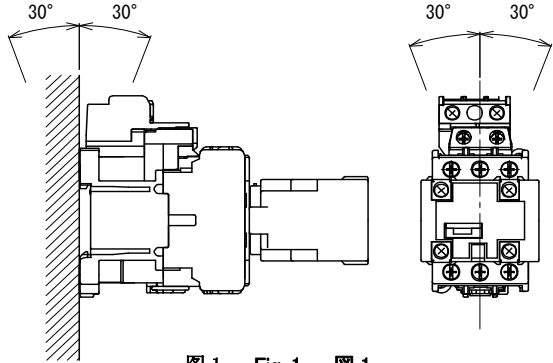

图 1 Fig. 1 図 1
(1) 请安装于干燥、洁净、牢固的场所。
(2) 请垂直安装。允许倾斜角度在 30° 以内。(图 1)
(1) Mount in a dry, clean and stable location.
(2) Mounting on a vertical surface. The product must not incline more than 30° . (Fig. 1)
(1) 湿気、じんあい、振動の少ない所に設置してください。
(2) 垂直面に取付けてください。許容傾斜角度は 30° 以内です。(図 1)